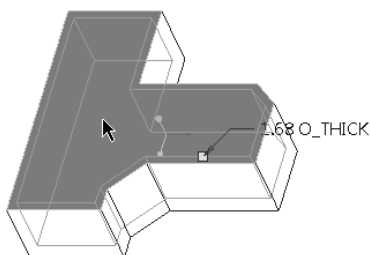

图 6-40 选择要移除的曲面
4) 选择要移除的曲面 (指定开口面), 如图 6-40 所示。